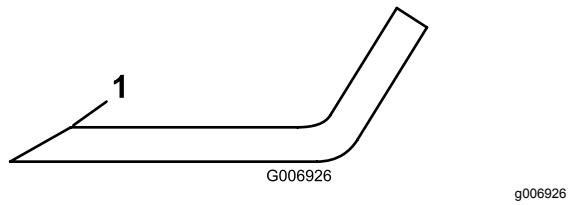

**Figura 67**
reunión entre la parte plana y la parte curva de la cuchilla (Figura 67).
4. Si se aprecia desgaste (Figura 67), cambie la cuchilla; consulte Mantenimiento del plano de la cuchilla (página 59).
**Si se permite que la cuchilla se desgaste, se formará una hendidura entre la vela y la parte plana de la cuchilla (Figura 67). Con el tiempo, una parte de la cuchilla puede desprenderse y ser arrojada desde debajo de la carcasa, posiblemente causando lesiones graves a usted o a otra persona.**